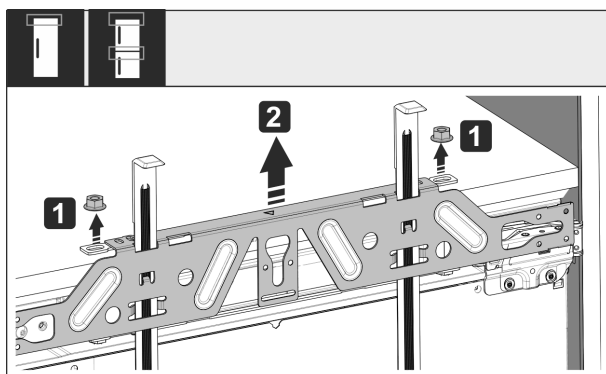

Fig. 51
- ▶ Løsn kontramøtrikkerne Fig. 51 (1).
- ▶ Tag fastgørelsestraversen Fig. 51 (2) af.